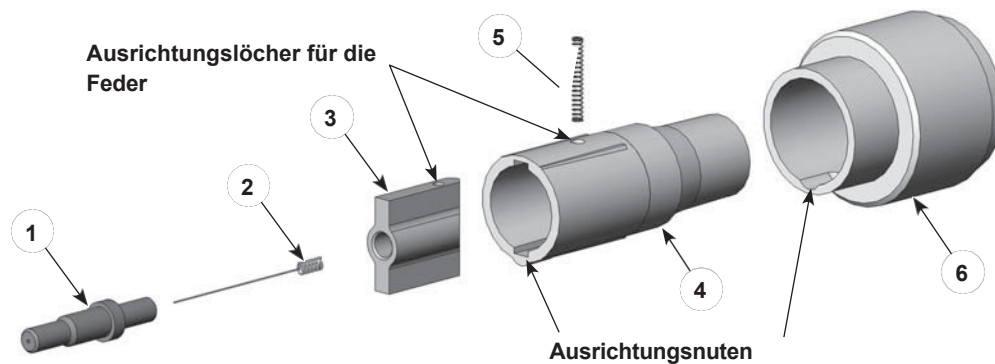

Abbildung 7-6 Austausch der Elektrode Stützhülse
**SD-Elektrodenhalterung Details:** (Siehe Abbildung 7-6)
- Die Hülse (4) und die Feder (5) werden als Satz verkauft.
- Der Elektrodenträger (6) enthält einen Widerstand. Wenn der Widerstand ausfällt, muss die gesamte Baugruppe ersetzt werden.
- Die Elektrode (2) und der Elektrodenhalter (1) sind separat erhältlich. Für konische und flache/eckige Sprühdüsen werden unterschiedliche Elektrodenhalter verwendet.